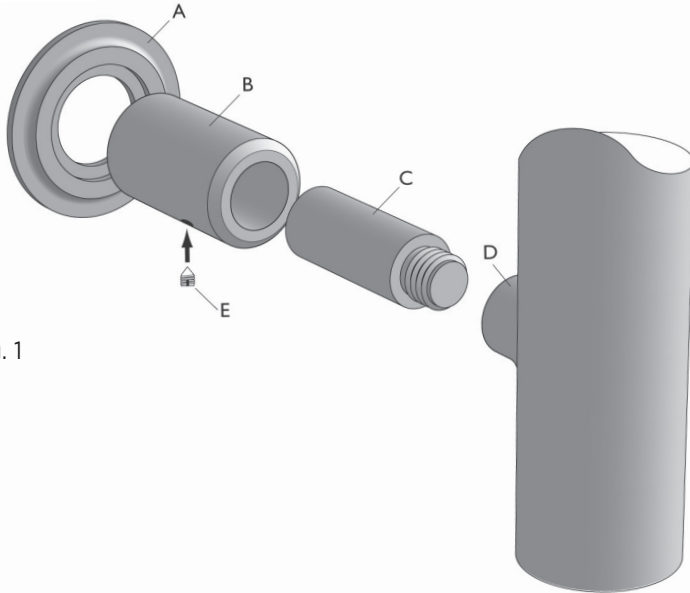

Fig. 1
2. Skru de fire gevindskruer "C" (se fig. 1) ind i gevindbøsning "D", som sidder på radiatoren.
2. Skru de fire gjengede skruene "C" (se fig. 1) inn i gjengebøsningen "D", som er på radiatoren.
2. Skruva in de fyra gängade skruvarna "C" (se fig. 1) i den gängade bussningen "D", som sitter på kylaren.
2. Screw the four threaded screws "C" (see fig. 1) into the threaded bushing "D", which is on the radiator.